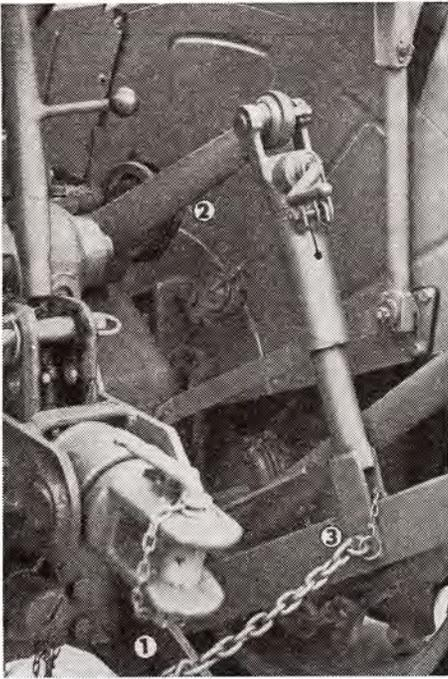

Abb. 91
2. Vier Schrauben M 16 und vier Schrauben M 12 des festen Rahmens des Schleppers sind abzumontieren und der Rahmen ist abzunehmen (Abb. 91/1).
3. Die Hydraulikarme (Abb. 91/2) sind in die obere Lage zu heben und die Bolzen aus der rechten und linken unteren Zugstange (Abb. 91/3) sind herauszunehmen.